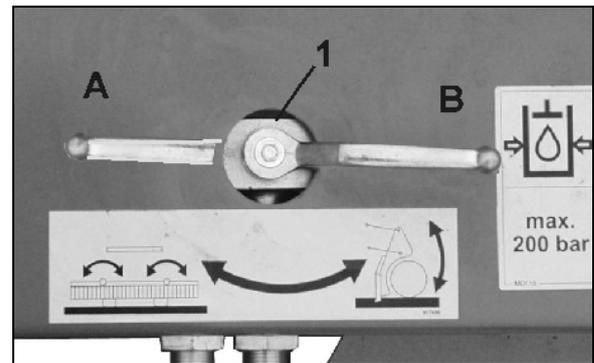

Fig. 118
2. DMC 602: Absperrhahn (Fig. 118/1) in Position **A** bringen
4. Absperrhahn (Fig. 118/1) in Position **B** bringen.
- Absperrhahn (Fig. 118/1) in Position **B** halten,